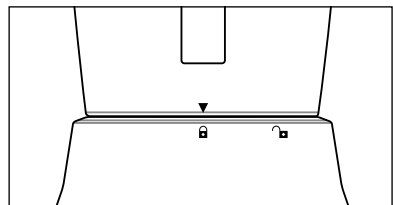

Fig. 3
- 5) Asegúrese de que la boca del vaso ③ quede cerrada.
- 6) Coloque el accesorio medidor ① en la tapa ② de forma que los salientes del accesorio medidor ① encajen en el alojamiento de la tapa ②. Tras esto, gire el accesorio medidor en sentido horario hasta que quede bien fijado en la tapa.
- 7) Coloque el vaso ③ lleno y cerrado sobre el bloque motor ⑥. Para ello, utilice los alojamientos del bloque motor ⑥ y asegúrese de que el asa del vaso ③ apunte hacia el símbolo  (consulte la fig. 3). Gire el vaso ③ en sentido horario hacia la posición  hasta que encastre audiblemente. Solo podrá activarse el motor si el vaso ③ está bien colocado.